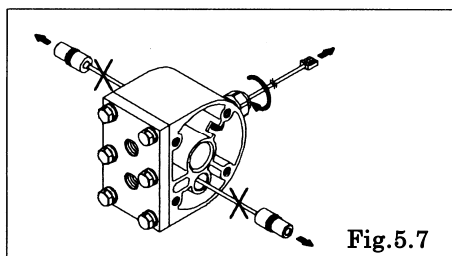

Fig.5.7
- ・ニッパーでセンサーのコードを切断する。〔Fig.5.7〕